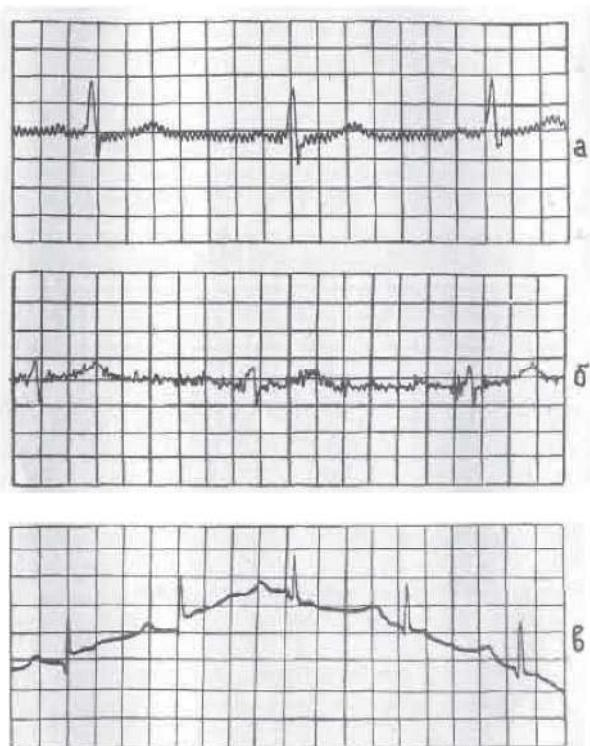

Рис. 12. Виды возможных помех при записи ЭКГ
При записи электрокардиограмм могут встретиться различные виды помех (рис. 12):
а) размытость записи с периодическим повторением зубцов, вызванная влиянием сети переменного тока (рис. 12а).
- б) размытость записи, вызванная непроизвольным сокращением скелетных мышц пациента (рис. 12в).
- в) блуждающая пульсная линия, вызванная движением пациента во время записи электрокардиограммы (рис. 12в).